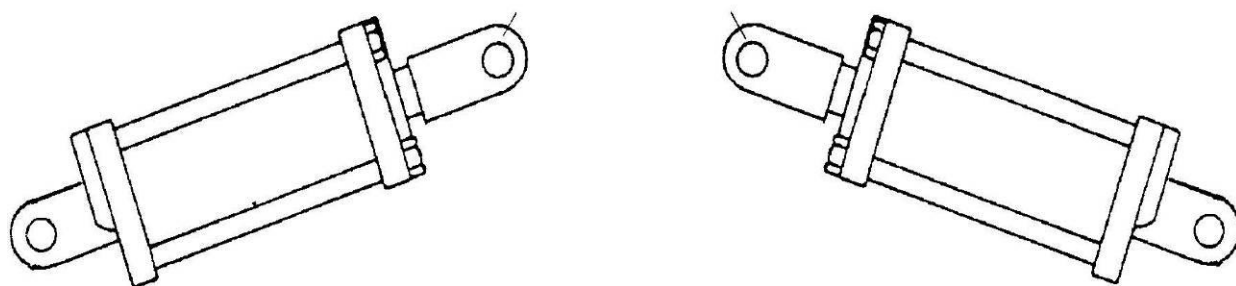

Рис. 4.4.1 Направление штоков цилиндров.
4.4.1. Установите узлы и детали гидросистемы культиватора в соответствии с рис. 4.4.1 -4.4.3.2. Номера узлов и деталей см. в табл. 4.4.1 - 4.4.2 и на бирках. Гидроцилиндры регулировки глубины обработки устанавливать штоками вверх и внутрь культиватора (рис. 4.4.1).